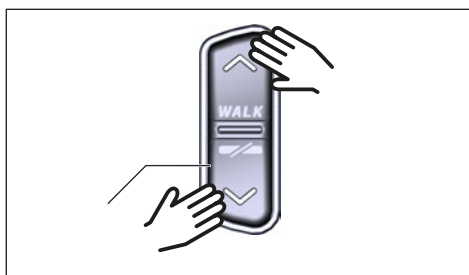

Fig. 6: Seleccione el modo de asistencia en el HPR Remote
- Con una **breve** pulsación en el botón ARRIBA de la Remote (véase Fig. 6) usted aumenta el modo de asistencia.
- Con una **breve** pulsación en el botón ABAJO de la Remote (véase Fig. 6) usted disminuye el modo de asistencia.
- Con una **pulsación larga** (>3 s) en el botón ABAJO del Remote (véase Fig. 6), usted desconecta la asistencia del sistema de propulsión.